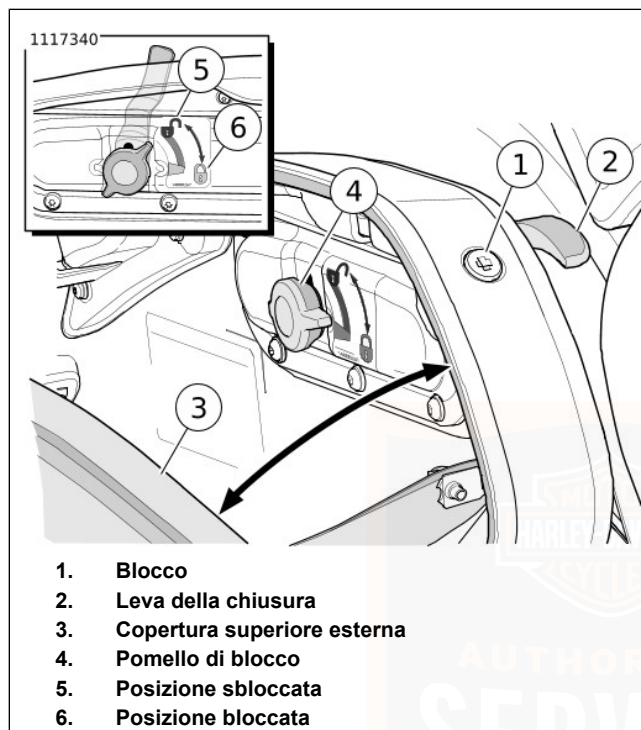
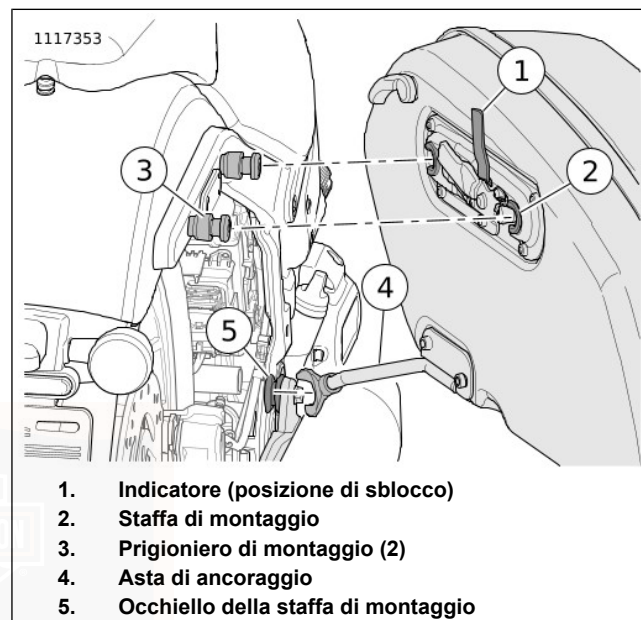
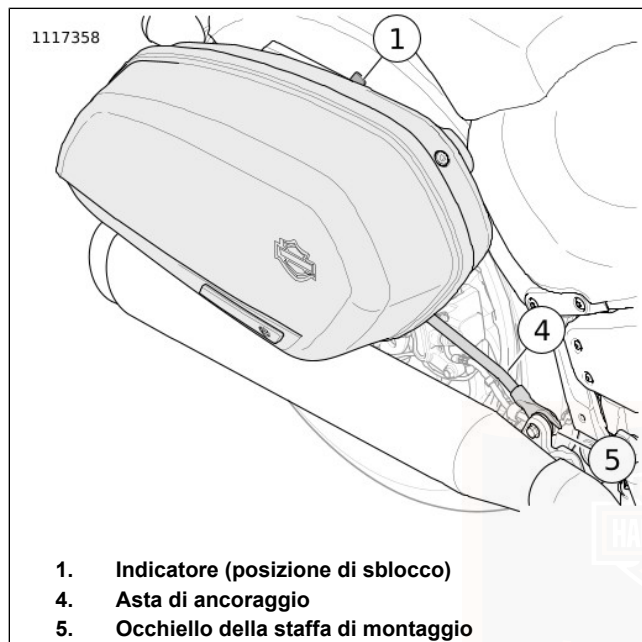

Figura 40. Pomello di blocco della borsa
Figura 41. Staffa di montaggio della borsa
Figura 42. Asta di ancoraggio della borsa
1. Vedere Figura 40. Sbloccare la borsa.
- a. Inserire la chiave nella serratura (1) e ruotarla di un quarto di giro in senso antiorario.
2. Sollevare la leva della chiusura (2).
3. Aprire la borsa tirando allontanando lo sportello esterno (3) da quello interno.
1. Vedere Figura 40. Chiudere la borsa.
- a. Chiudere la copertura superiore scollegando la copertura superiore esterna (3).
- b. Tenendo chiusa la copertura superiore esterna della borsa, abbassare la leva della chiusura (2).
- a. Inserire la chiave nella serratura (1) e ruotarla di un quarto di giro in senso orario.
1. Vedere Figura 40. Aprire lo sportello esterno della borsa (3).
2. Estrarre e girare la manopola di blocco (4) in posizione di sblocco (5).
3. Chiudere la copertura superiore esterna della borsa e abbassare leva della chiusura (2).
4. Vedere Figura 42. Far scorrere la borsa indietro per sganciare l'asta di ancoraggio della sella (4) dall'occhiello della staffa di montaggio (5).
3. Vedere Figura 41 e Figura 42. Posizionare la staffa di montaggio della borsa (2) sui prigionieri di montaggio (3) allineando l'asta di ancoraggio della borsa (4) con l'occhiello della staffa di montaggio (5). Far scorrere completamente la borsa in avanti.